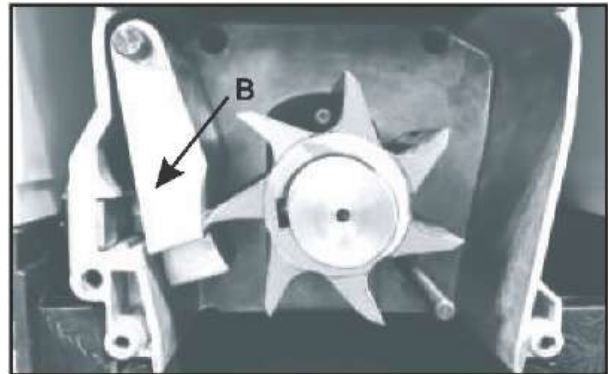

Abb. 6A Abb. 6B
- Öffnen Sie die hintere Abdeckung, indem Sie 4 Schrauben (A) lösen. (Abb. 6A)